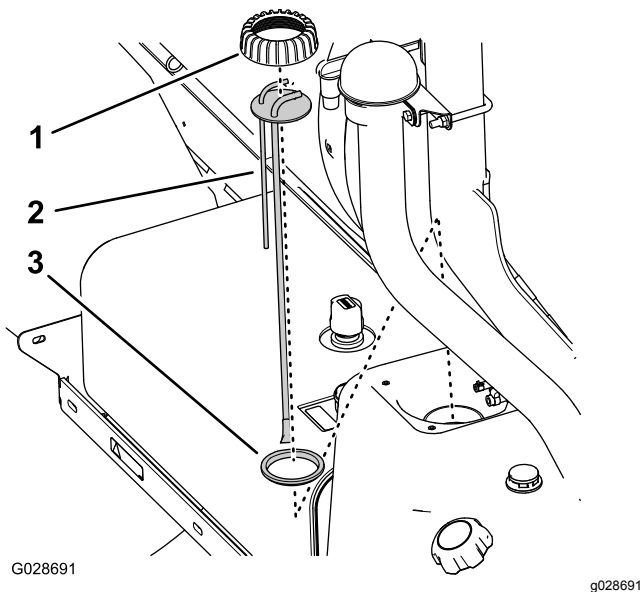

Bild 58
5. Drehen Sie die Steigrohrkappe nach links und nehmen Sie die Kappe ab (Bild 58).
6. Heben Sie das Steigrohr vom Kraftstofftank (Bild 58).
1. Setzen Sie die Steigrohrkappe auf das Steigrohr und das Steigrohr auf die Dichtung, wie in Bild 58 abgebildet.
2. Fluchten Sie die Kappe, das Steigrohr und die Dichtung mit dem Tank aus und setzen Sie das neue Steigrohr vorsichtig in den Kraftstofftank ein (Bild 58).
3. Schrauben Sie den Deckel auf den Füllstutzen des Kraftstofftanks und ziehen Sie den Deckel mit der Hand fest (Bild 58).